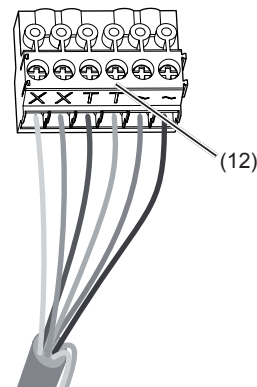

Bild 8: verdrahteter Anschluss-Klemmblock
- Anschluss-Klemmblock (12) vom Audioeinsatz nach unten hin abziehen.
- Adernpaar der 2Draht Busleitung an die Klemmen **XX** des Anschluss-Klemmblocks anschließen (Bild 8).
- Gegebenenfalls Türöffner-Leitung an die Klemmen **TT** des Anschluss-Klemmblocks (Bild 8 und 9) anschließen.
- Für Rufast-Hinterleuchtung 12 V~ Zuleitung vom Netztransformator an die Klemmen **~** des Anschluss-Klemmblocks anschließen (Bild 8 ... 10).